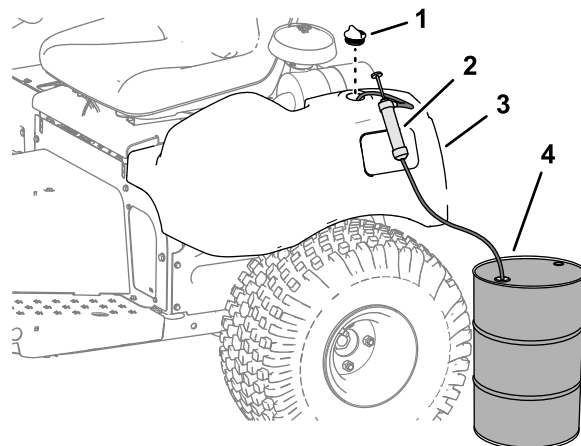

Figura 43
1. Togliete il tappo dal serbatoio idraulico (Figura 43).
2. Pompate il fluido idraulico dal serbatoio idraulico (Figura 43).